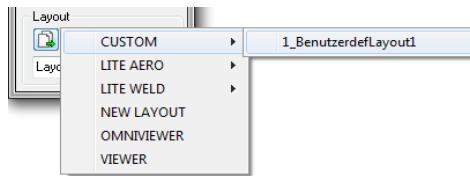

Abbildung 4-41 Gespeicherte Layoutvorlage in der Vorlagenliste
3. Die neue, benutzerdefinierte Layoutvorlage ist an der gleichen Stelle wie die anderen Vorlagen verfügbar (siehe Abbildung 4-41 auf Seite 281).